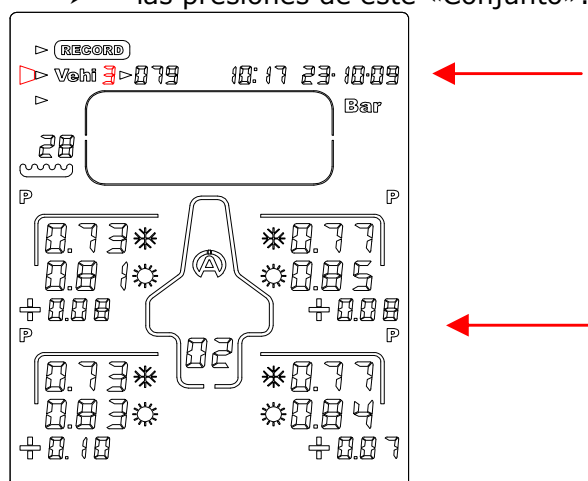

Ilustración 2
- 2) Seleccione el icono «**VEHI**» (ilustración 2) pulsando el botón  u .
- 3) Seleccione el vehículo deseado (ilustración 2), hasta un total de 5, pulsando las teclas  o .